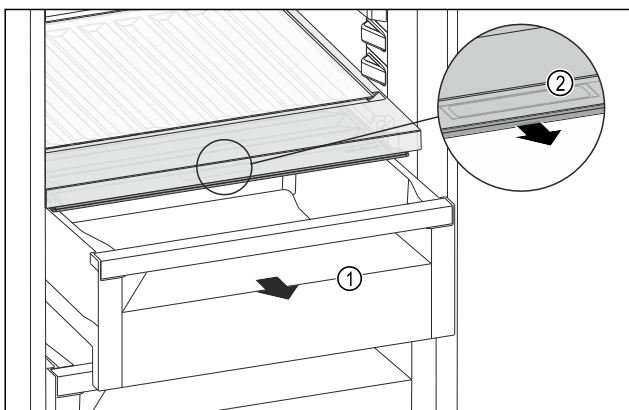

Fig. 206
- ▶ Izvucite ladicu Fig. 206 (1).
- ▶ Primite ručku Fig. 206 (2) na poklopcu pretinca i istodobno povucite poklopac pretinca prema naprijed.